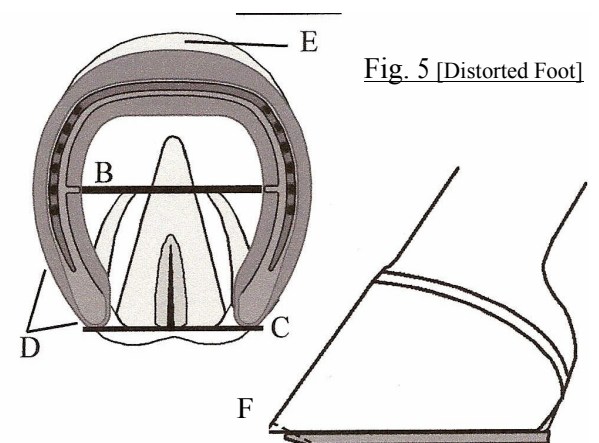
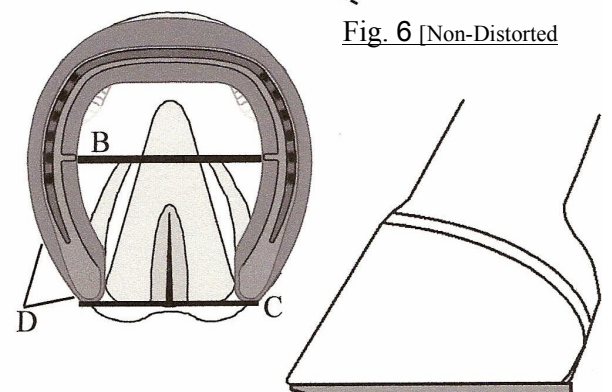

Fig. 5 [Distorted Foot]
Fig. 6 [Non-Distorted]
13. Bei der Formgebung, Anpassung und Befestigung der Centre Fit Hufeisen sollten folgende Punkte beachtet werden (Abbildung 5 [Deformierte Hornkapsel] und Abbildung 6 [Nicht-Deformierte Hornkapsel])
14. Da die Außenfläche der Wand bereits vor dem Anbringen des Beschlages bearbeitet wurde, ist ein Beraspeln nur beim zunierten nötig. Steht im Zehenbereich Hufwand über dem Beschlag, beraspeln Sie diese in einem Winkel von 15-25° (ungefähr die verlängerte Zehenrichtung des Beschlages) und bringen an der überstehende Hufwand eine leichte Phase an (Abbildung 5-F). Versuchen Sie NICHT, die Zehenwand im gestreckten Verlauf bündig mit dem Beschlag zu raspeln. Dies schwächt die Zehenwand und kann zu einer Instabilität der gesamten Hornkapsel führen.